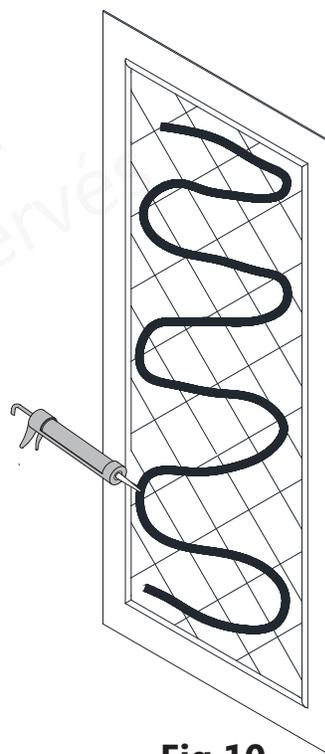

Fig 10
10. Appliquez de l'adhésif partout sur l'endos du **panneau arrière gauche (N° 02)**. **(Fig. 10)**